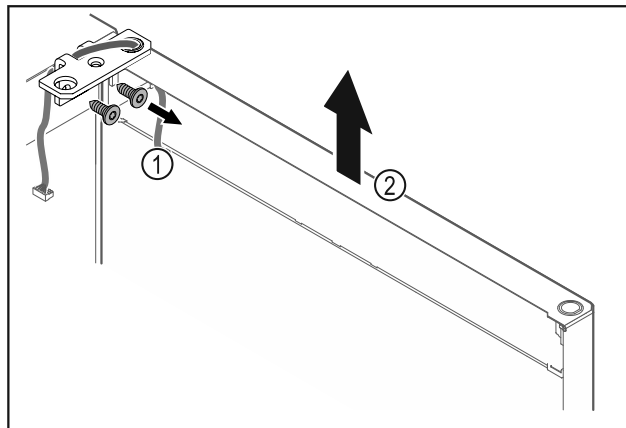

Fig. 17
- ▶ Atsukite šarnyrinį kamputį Fig. 17 (1).
- ▶ Duris, įsk. šarnyrinį kamputį Fig. 17 (2), pakelkite maždaug 200 mm tiesiai į viršų ir nuimkite.